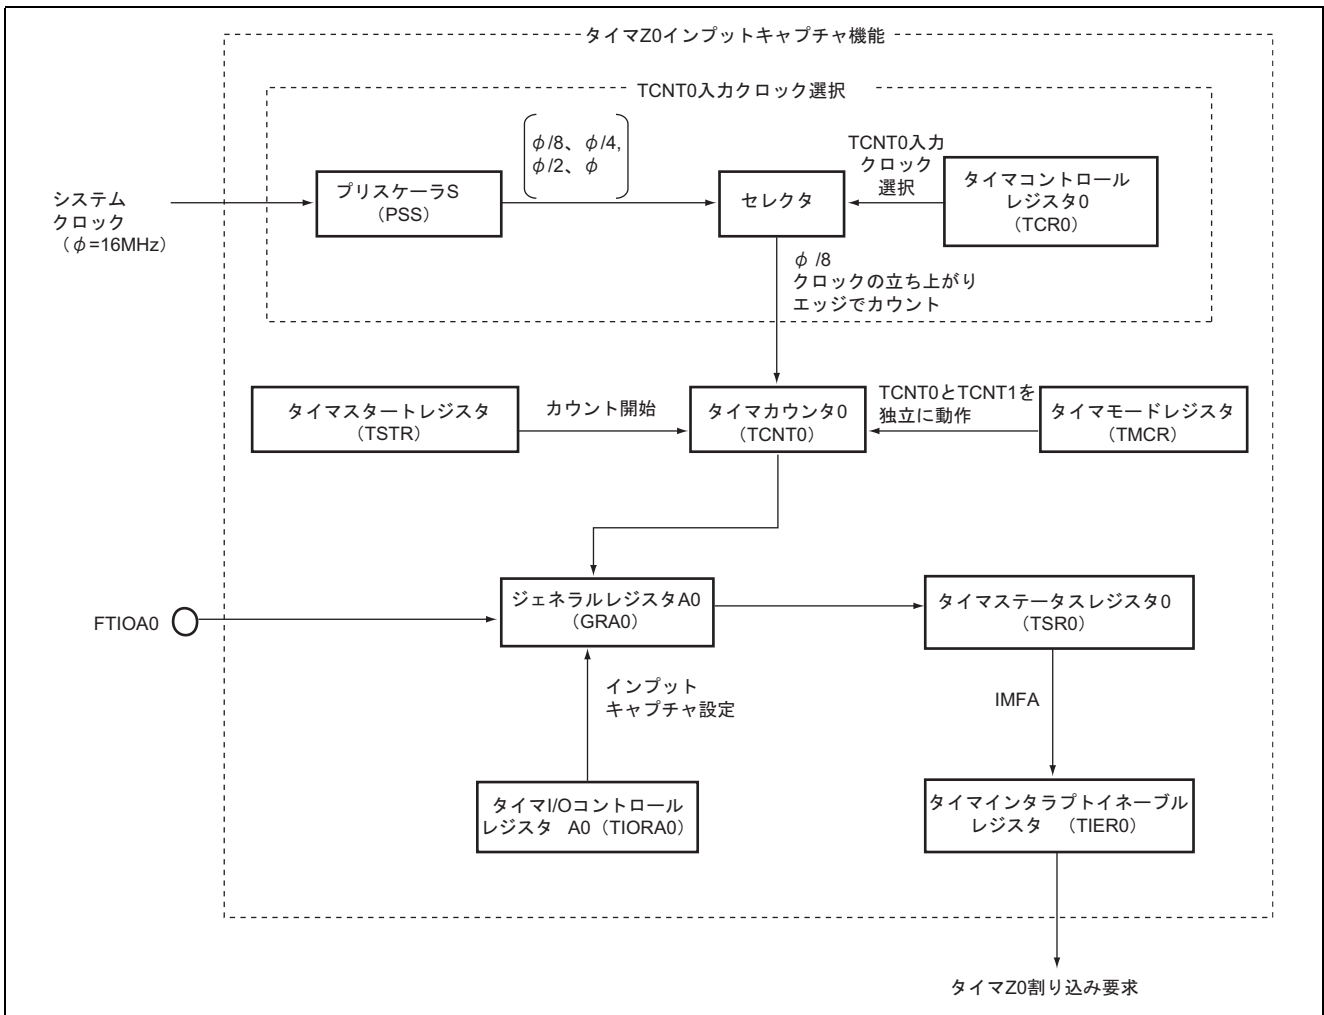

図 2.1 タイマ Z0 のブロック図
1. 本タスク例では、タイマ Z インพุットキャプチャ機能を使用して、インพุットキャプチャ入力端子 A0 (FTIOA0) に入力されたパルスの周期を測定します。インพุットキャプチャ機能のブロック図を図 2.1 に示します。以下にタイマ Z インพุットキャプチャ機能のブロック図について説明します。